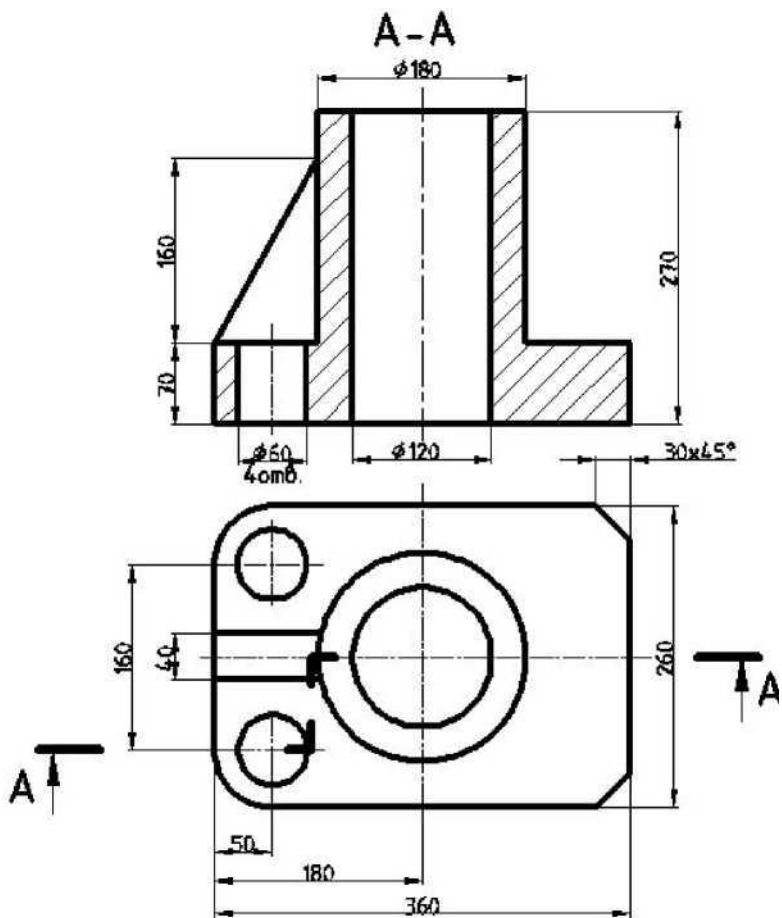

Рис. 32 – Чертеж комбинированного тела
2. Ознакомиться с чертежом комбинированного тела (рисунок 32).